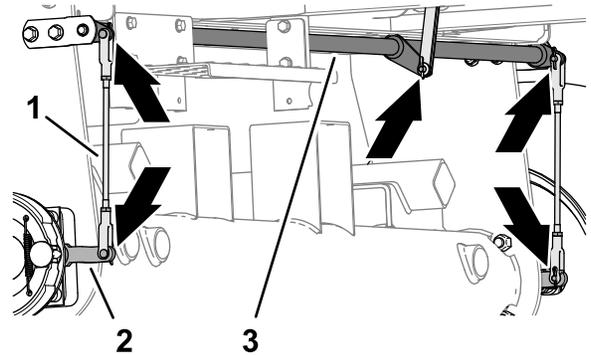

图 72
1. 检查左右制动杆总成图 72 是否损坏和磨损。
2. 检查制动枢轴图 72 是否损坏和磨损。